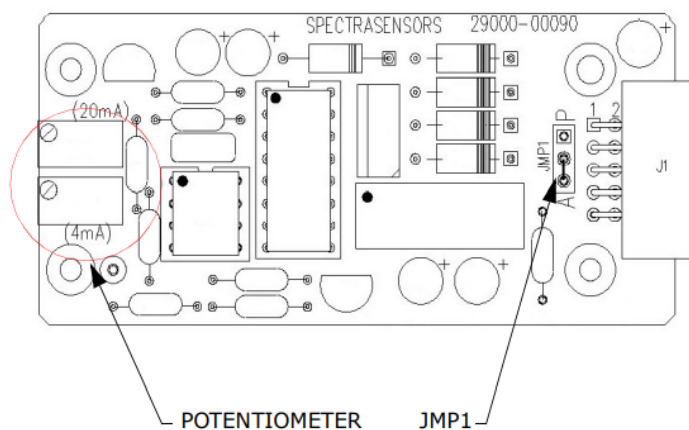

Рис. 27. Панель 4-20 мА газоанализатора
4. Снимите перемычку (JMP1), как показано на Рис. 27, и подключите центральный штырь к точке А.